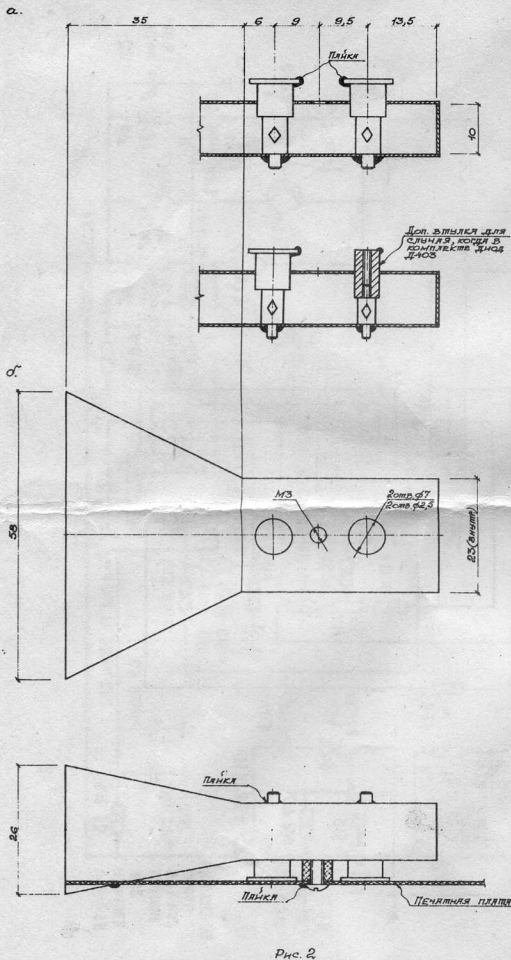

Рис. 2
3.9. Изготовить РУПОРНУЮ АНТЕННУ согласно (Рис. 2) КАЧЕСТВО РАБОТЫ ВСЕГО ПРИЕМНИКА А ТАКЖЕ ЕГО ЧАСТОТНЫЕ ХАРАКТЕРИСТИКИ ОПРЕДЕЛЯЮТСЯ ТОЧНОСТЬЮ И АККУРАТНОСТЬЮ ИЗГОТОВЛЕНИЯ РУПORA! Рупор изготавливается из латуни толщиной 0,5-1,0 мм. Все размеры на чертеже рупора ВНУТРЕННИЕ! Серебрение не вливает на его параметры. Не следует применять латунь, потемневшую под действием среды, а также обрабатывать внутренние плоскости наждачной бумагой. Не обжигать ВНУТРЕННИЕ плоскости рупора на больших площадях. Папку плоскостей рупора производить мощным паяльником с внешней стороны плоскостей рупора.
3.12. Установите рупор на ПП (Рис. 2б), закрепив его винтом М3, после чего припаяйте его в двух точках в районе раскрыва к дорожкам массы ПП. Крепежный винт не должен входить в волновод рупора более чем на 0,5 мм.